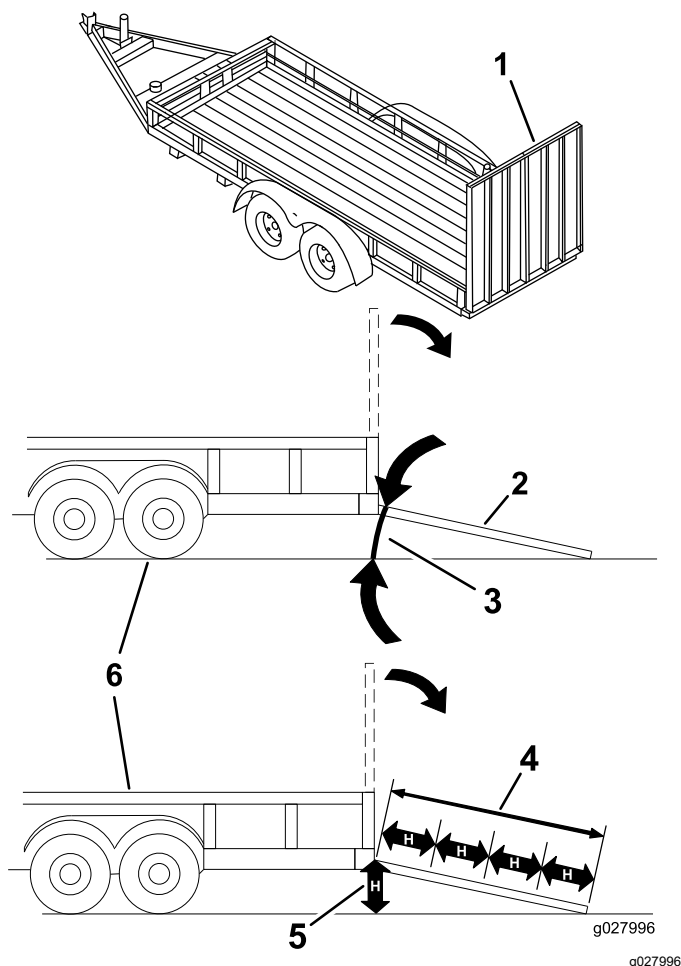

Figura 32
Încărcarea unei maini pe o remorcă sau un camion crește riscul de răsturnare i poate cauza răni grave sau moartea (**Figura 32**).
- Coborâi rampa, asigurându-vă că unghiul dintre rampă și sol nu depășește 15 grade (Figura 32).